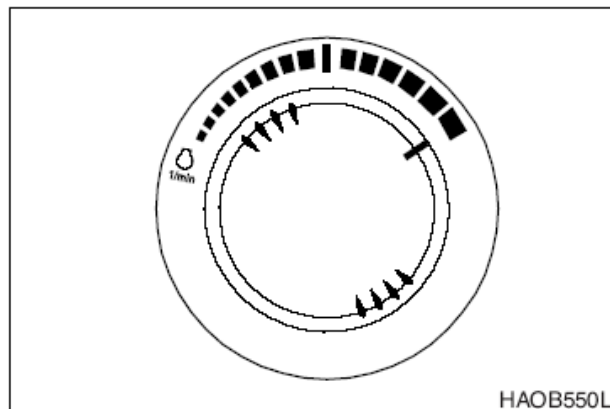

Рис. 21
5. Установить скорость двигателя на диске в положение "высокие обороты холостого хода" **HIGH IDLE** (рис. 21).